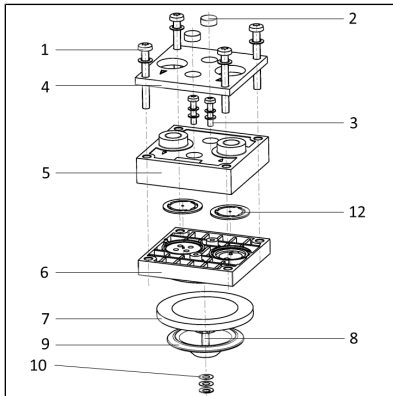

Abb.4 Strukturmembrane wechseln
3. Lösen Sie die vier Befestigungsschrauben (Fig. 4/2) und entfernen Sie den Gehäusedeckel (Fig. 4/3).
4. Lösen Sie die vier Schrauben (Abb. 4/1) und entfernen Sie die Druckplatte (Abb. 4/4).
5. Entfernen Sie die Schraubenabdeckungen (Abb. 4/2); lösen Sie die zwei Schrauben (Abb. 4/3) und nehmen Sie den Kopfdeckel (Abb. 4/5) und die Zwischenplatte (Abb. 4/6) ab.